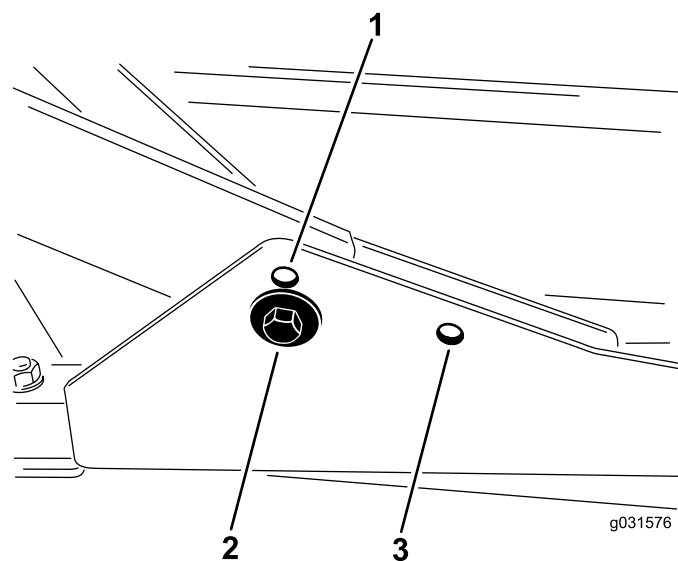

図 16
1. 刈り高を 20-76 mm にセットする場合には、前キャリアフレームを下側の穴に取り付けます 図 16。
2. 刈り高を 63-100 mm にセットする場合には、前キャリアフレームを上側の穴に取り付けます 図 16。
後カッティングデッキは、刈り高に関係なく後側の取り付け穴を使って取り付けます 図 16。